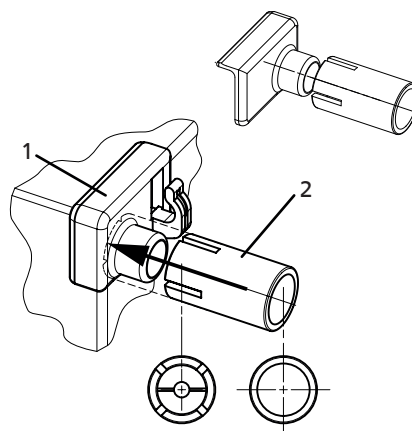

Рис. 1. Наденьте ограничитель (2) на выступ (1) до упора.
8. Для обеспечения нормального уровня циркуляции воздуха рекомендуется при выборе места установки холодильника-морозильника оставлять достаточное пространство с каждой его стороны, сверху и сзади. С этой целью установите ограничительные упоры в верхних углах тыльной пластины электроприбора, как показано на Рис. 1. Ограничительные упоры (2) находятся в ящике внутри холодильного отделения.